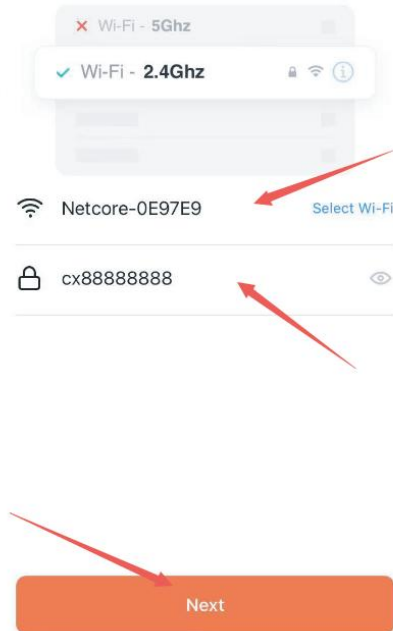

Abb. A-3
3. Gib das Passwort deines WLANs ein und bestätige, wie in Abbildung A-3 gezeigt.